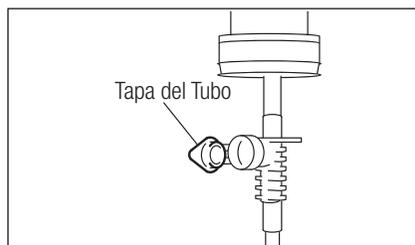

Fig.12
- 2) Abra la Tapa del Tubo para proveer aire dentro del Recipiente (Fig. 12).